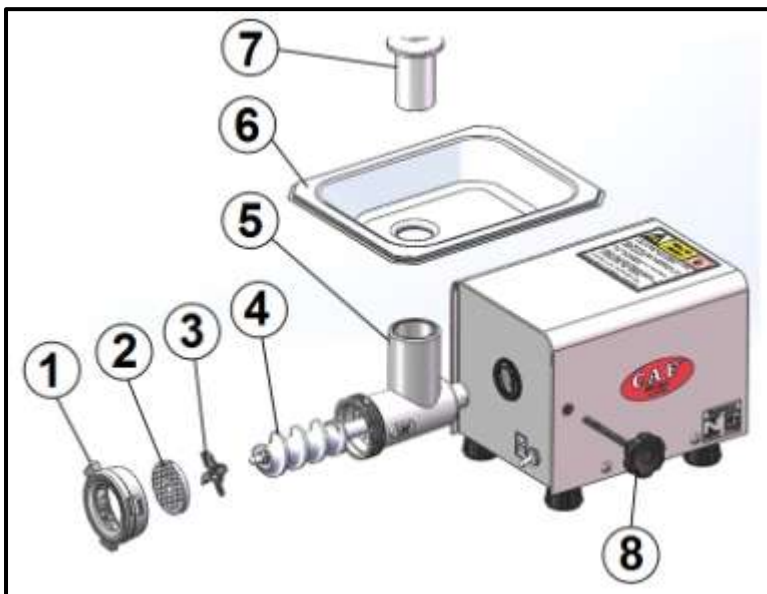
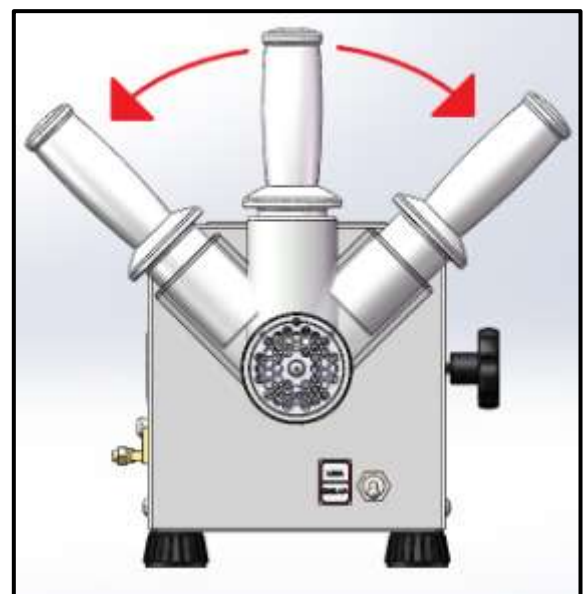

Fig. 3
Fig. 4
- Retirar o Soquete (Item 7 - Fig. 3).
- Retirar a Bandeja (Item 6 - Fig. 3).
- Soltar o Volante (Item 1 - Fig. 3).
- Retirar o Disco (Item 2 - Fig. 3).
- Retirar a Cruzeta (Item 3 - Fig. 3).
- Retirar o caracol montado (Item 4 - Fig. 3).
- Soltar o Manípulo (Item 8 - Fig. 3).
- Para soltar o Bocal (Item 5 - Fig. 3), coloque o soquete (Item 7 – Fig.3) dentro do bocal e pressione-o lateralmente, como uma alavanca conforme (Fig. 4).